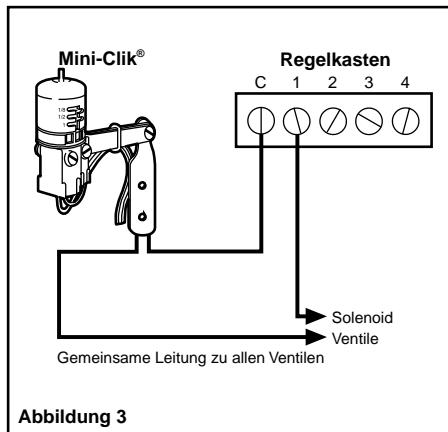

Abbildung 3
- 24-Volt Magnetventile (ohne Zwischenpumpe) (siehe Abbildung 3)